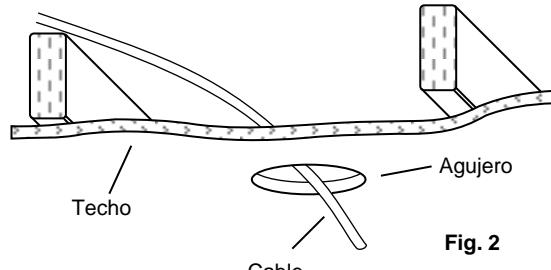

Fig. 2
3. Corre el cable no metálico (NM) (también conocido como Romex) desde el interruptor o fusible del panel hasta el agujero, proporcionando 6 " (15,2 cm) a 8" (20,3 cm) de holgura debajo del agujero. Puede utilizarse un cable tener hasta 12 cables AWG. (Fig. 2) **(ADVERTENCIA: Utilice cables con alambres nominal 90° C o más).**